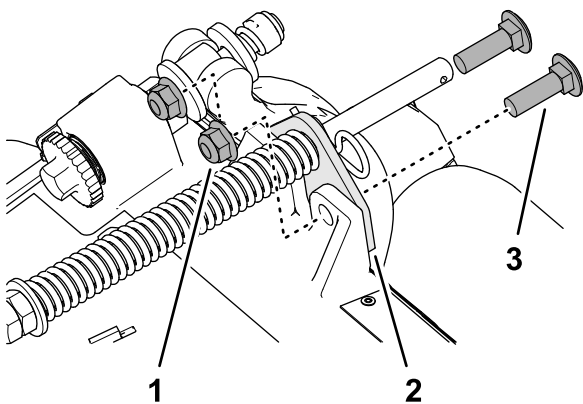

Рисунок 11
2. Удалите 2 фланцевые контргайки (3/8 дюйма) и 2 каретных болта (3/8 x 1 1/4 дюйма), которые крепят кронштейн компенсатора состояния грунта к раме режущего блока (**Рисунок 11**).